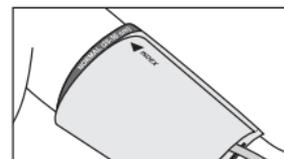

Рис. 8
5. На застегнутой манжете метка «INDEX» должна указывать на область «NORMAL (25-36 см)» (рис. 8). Это означает, что манжета подобрана правильно и соответствует размеру окружности плеча. Если метка указывает на область обозначенную «◀|||», то манжета мала и показания будут завышены. Если метка указывает на область «|||▶», то манжета велика и показания будут занижены.